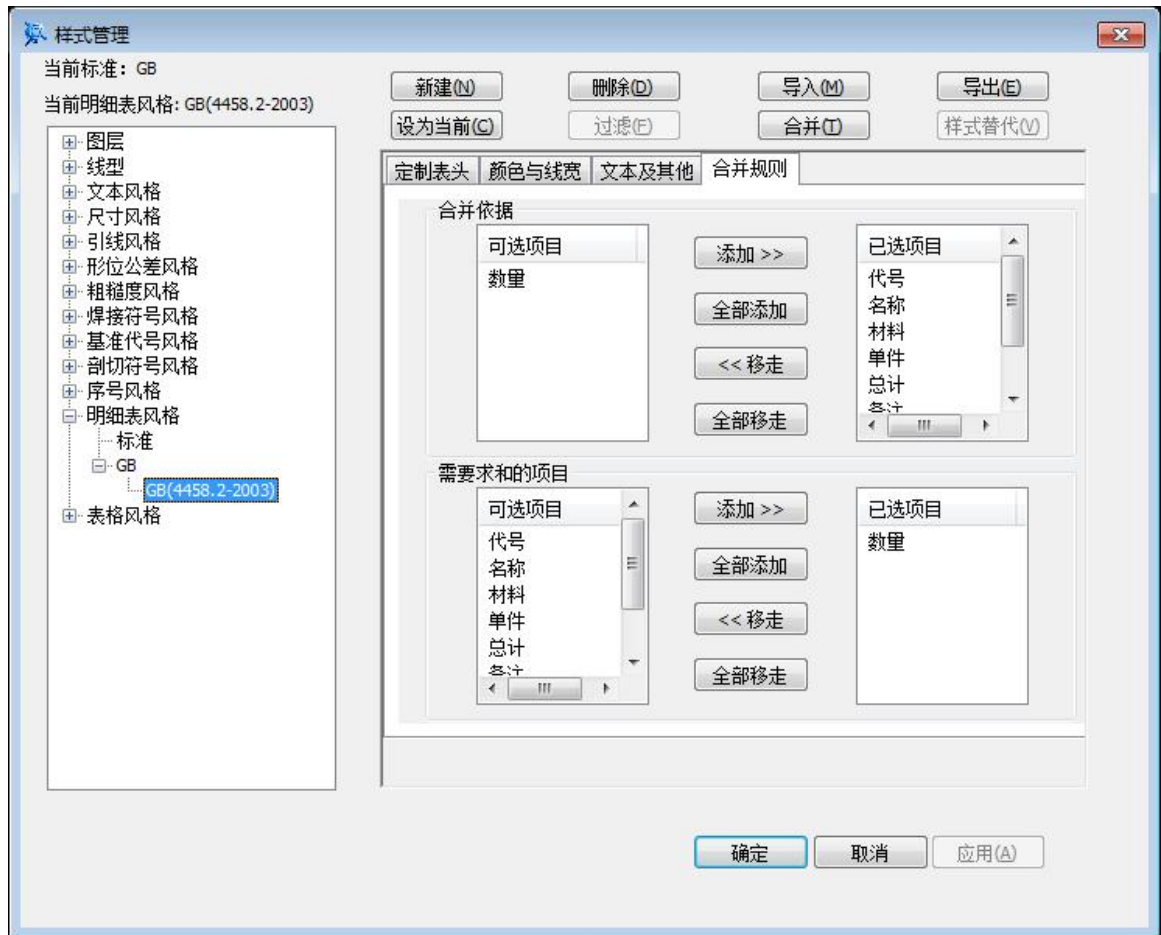

图 5-23 明细表合并规则对话框
- 6) 合并/分解：单击【合并】和【分解】可以对当前明细表中的表行进行合并和分解。单击【合并规则按钮】弹出如图 5-23 所示的对话框。